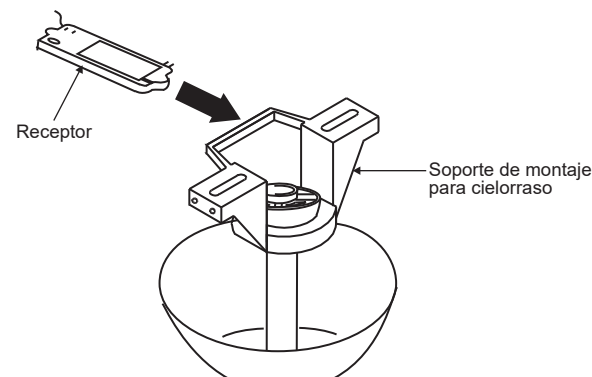

Fig. 13
Paso 1. Inserte el receptor en el soporte de montaje para cielorraso con el lado plano del receptor mirando al techo. (Fig. 13) Para un mejor desempeño, asegúrese de que la antena negra, al final del receptor, permanezca extendida y no se enrosque con ningún cable eléctricos.